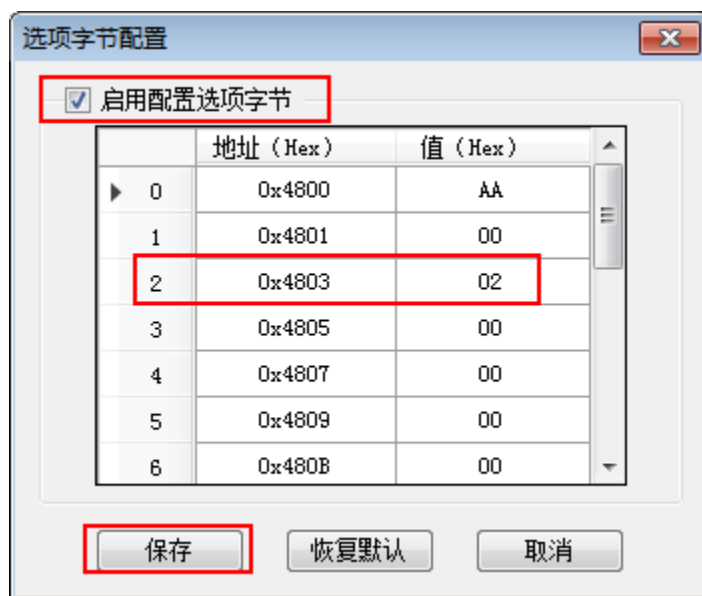

图 2.14-7 选项字节文件内容填到下载器上位机配置界面
5、最后对比上位机选项字节配置功能的，把相应的地址的数据填进去就好了，如这里只是 0x4803 的地址变为 0x02，所以直接把上位机选项字节配置的 0x4803 地址的数据填为 0x02 就 OK，如图 2.14-7 所示。